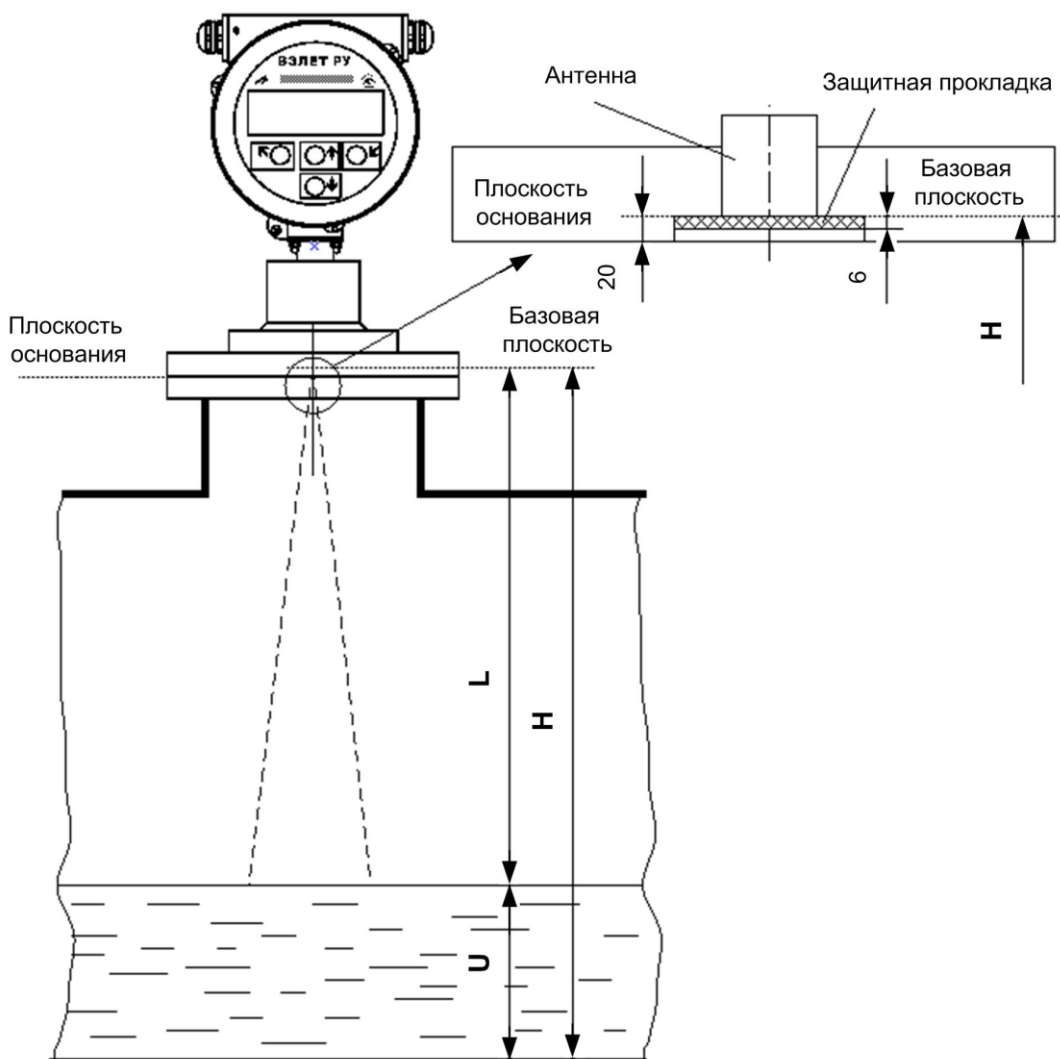

Рис.1. Настраиваемые параметры уровнемера.
3.1.2. Базовой плоскостью измерительного диапазона прибора (рис.1) является плоскость, расположенная на расстоянии **20 мм** от основания корпуса прибора или **6 мм** от поверхности защитной прокладки из фторопласта.